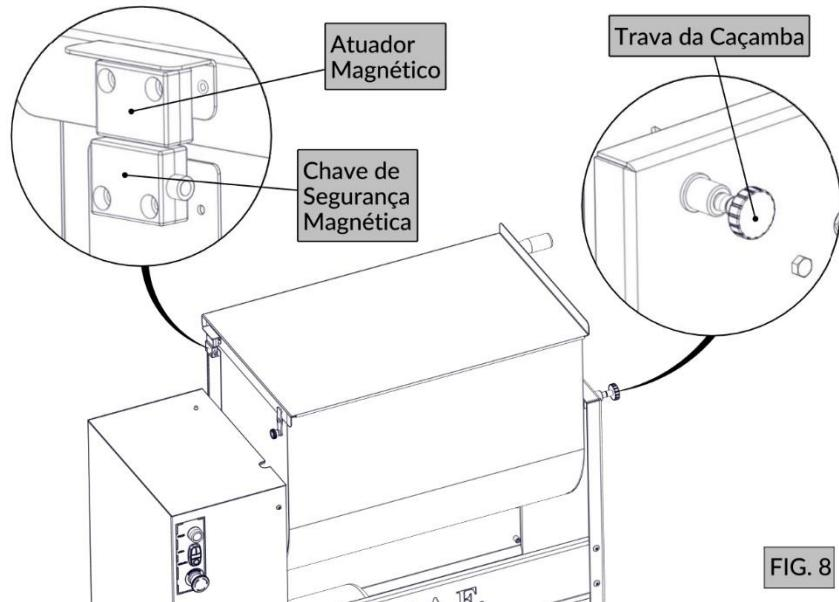

FIG. 8
- Sensor magnético (FIG. 8): Impede que a máquina seja ligada com a tampa aberta.
- Trava da caçamba (FIG. 8): Trava manual para a caçamba que impede que esta gire involuntariamente durante a operação.